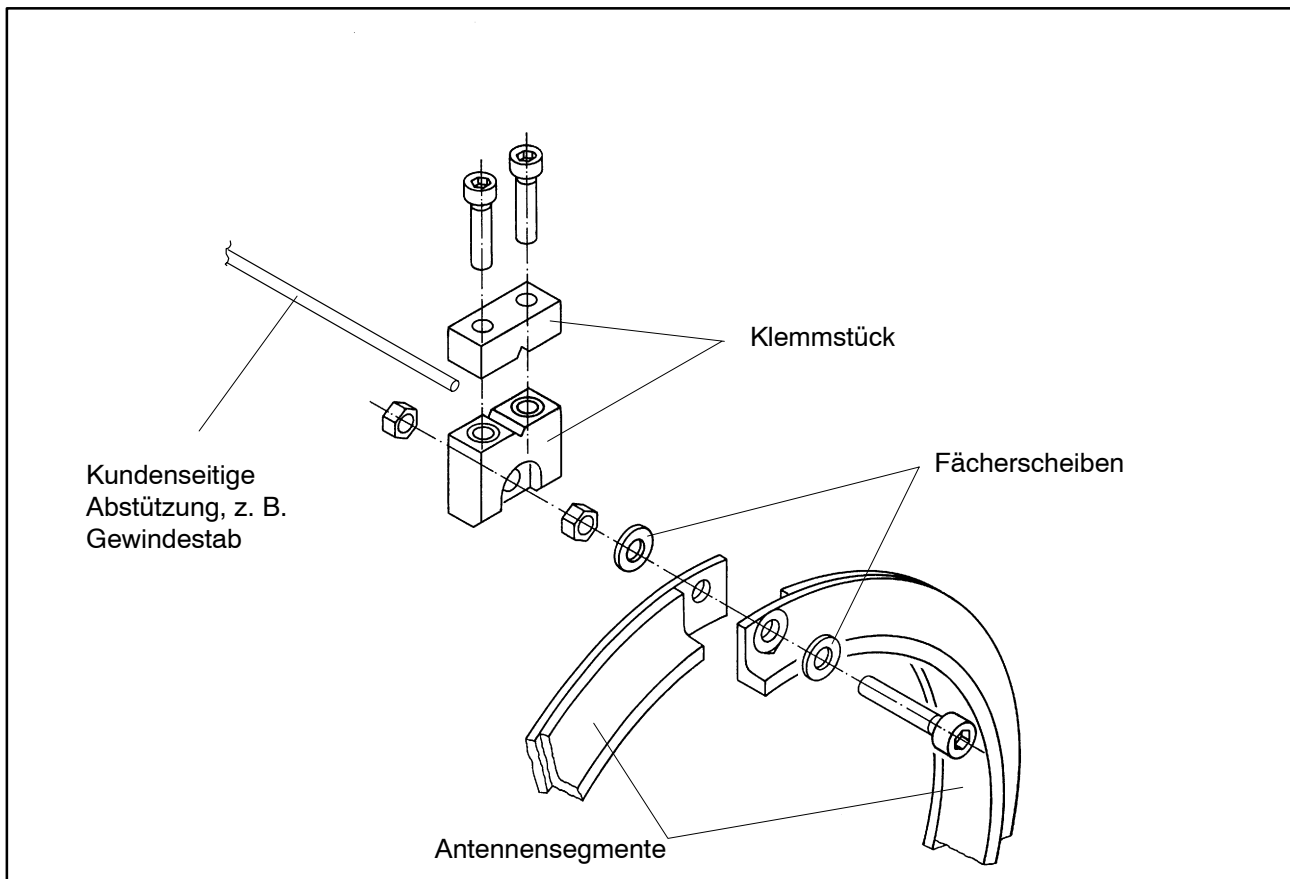

Abb. 4.6: Montage des Klemmstücks
2. Befestigen Sie das Klemmstück mit der beigelegten Verschraubung nach Abb. 4.6. Verwenden Sie unbedingt die neuen Fächerscheiben!